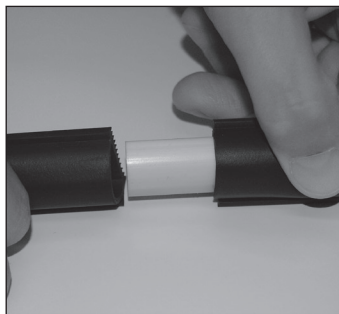

Figure 5
- b. Installer le raccord en plastique fourni avec la barrière hydraulique aux deux extrémités de la barrière afin de supprimer tout écart entre les deux extrémités. **Figure 5 et Figure 5a**